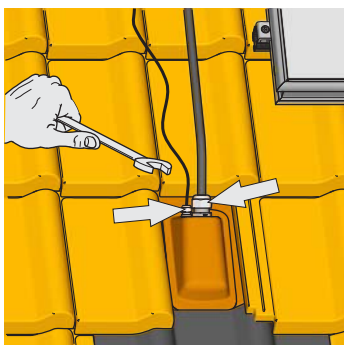

Fig. 3-36 Fase di lavoro 8
8. Stringere i raccordi a vite M delle tubazioni di collegamento (come nell'esempio della fig. 3-36).